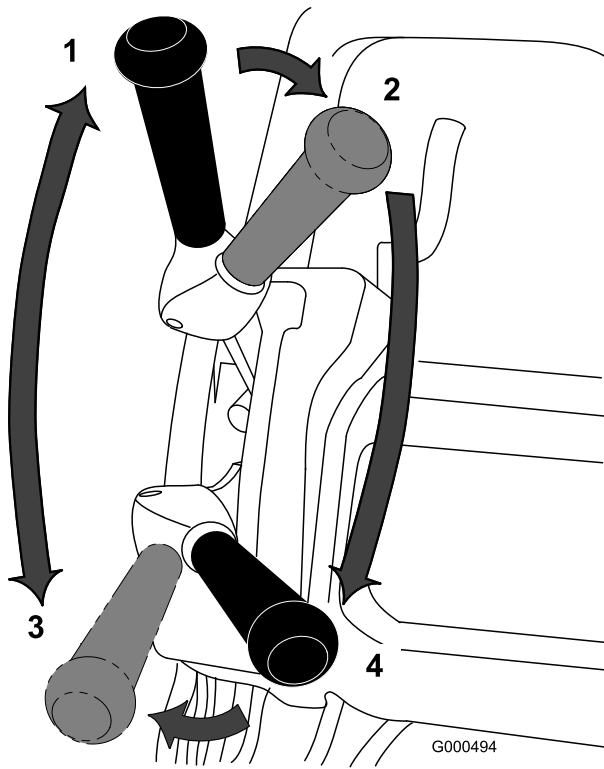

図 30
1. マシンを始動、速度コントロールをゼロにセットし、ハンドルを押し下げてカッティングユニットを上げ、オペレータコントロールOPCを握り、走行レバーを「入」にセット図30して、ゆっくりと速度を操作して走行速度を上昇させて、グリーンのカラー縁に入る。
3. 走行レバーを解除し、次に左前方向に倒して走行とリールの駆動を開始する図30。